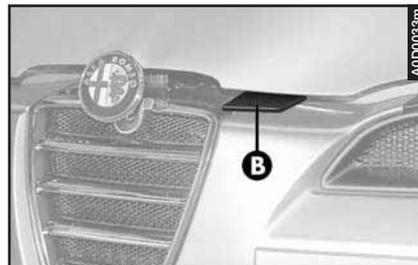

fig. 142
- Sollevare la leva (**B-fig. 142**) del dispositivo di sicurezza.